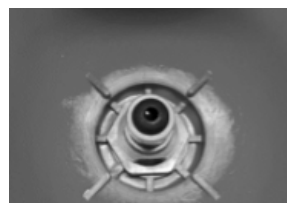

Fig.1
- Verifique que la junta (entre el aparato y el cartucho de gas) esté en su lugar y en buenas condiciones antes de conectar el cartucho. (Fig.1). Si la junta está desgastada hay que reemplazarla con una nueva que cumpla los requisitos del fabricante y los requisitos nacionales.